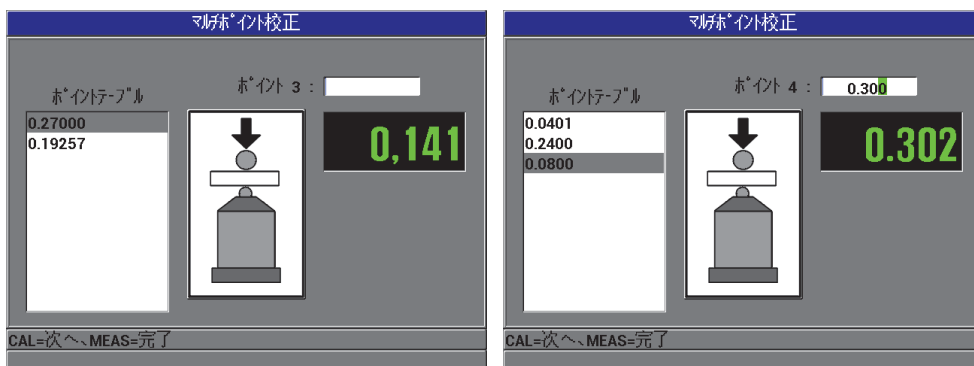

図 4-11 マルチポイント校正画面
8. 画面表示の左側に最大 8 ポイントまでの校正ポイントが表示されます（89 ページ図 4-11 参照）。ここで、次の操作を行います。